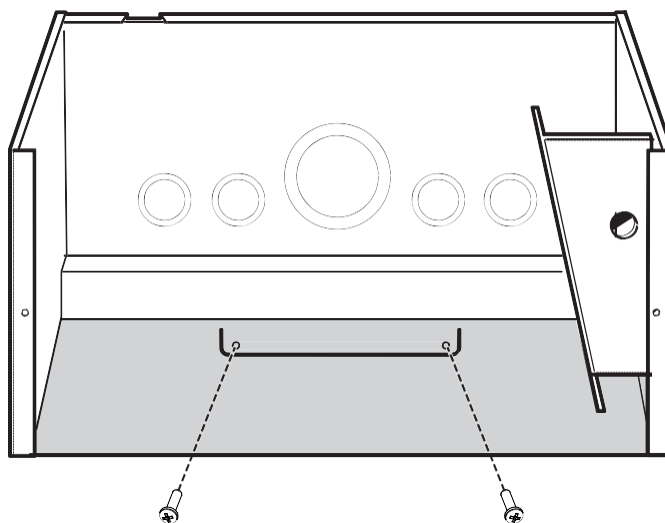

Рис. 2-8. Настенный монтаж распределительной коробки
5. С помощью двух винтов (не входят в комплект) закрепите кронштейн нижней кромки задней панели на стене. См. рис. 2-8.